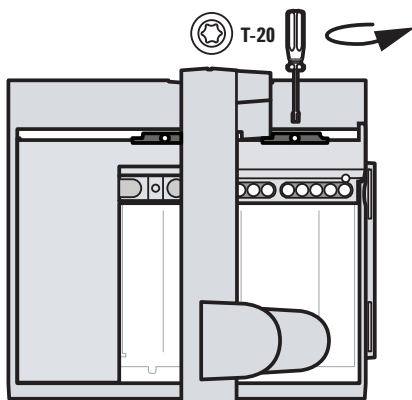

图 5 从运输夹具中卸下 T-20 螺丝
- 2 使用 T-20 Torx 螺丝刀从运输夹具中卸下 T-20 螺丝（图 5）。